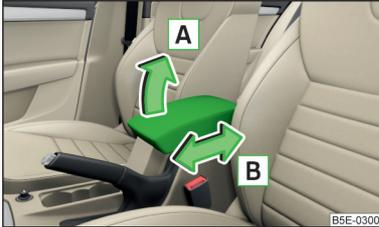

Abb. 78
- Die Armlehne in Pfeilrichtung **A** in eine der vier Raststellungen anheben » Abb. 78.
- Die Armlehne in Pfeilrichtung **A** bis zum Anschlag anheben » Abb. 78.
- Die Armlehne in Pfeilrichtung **B** » Abb. 78 in die gewünschte Position verschieben.